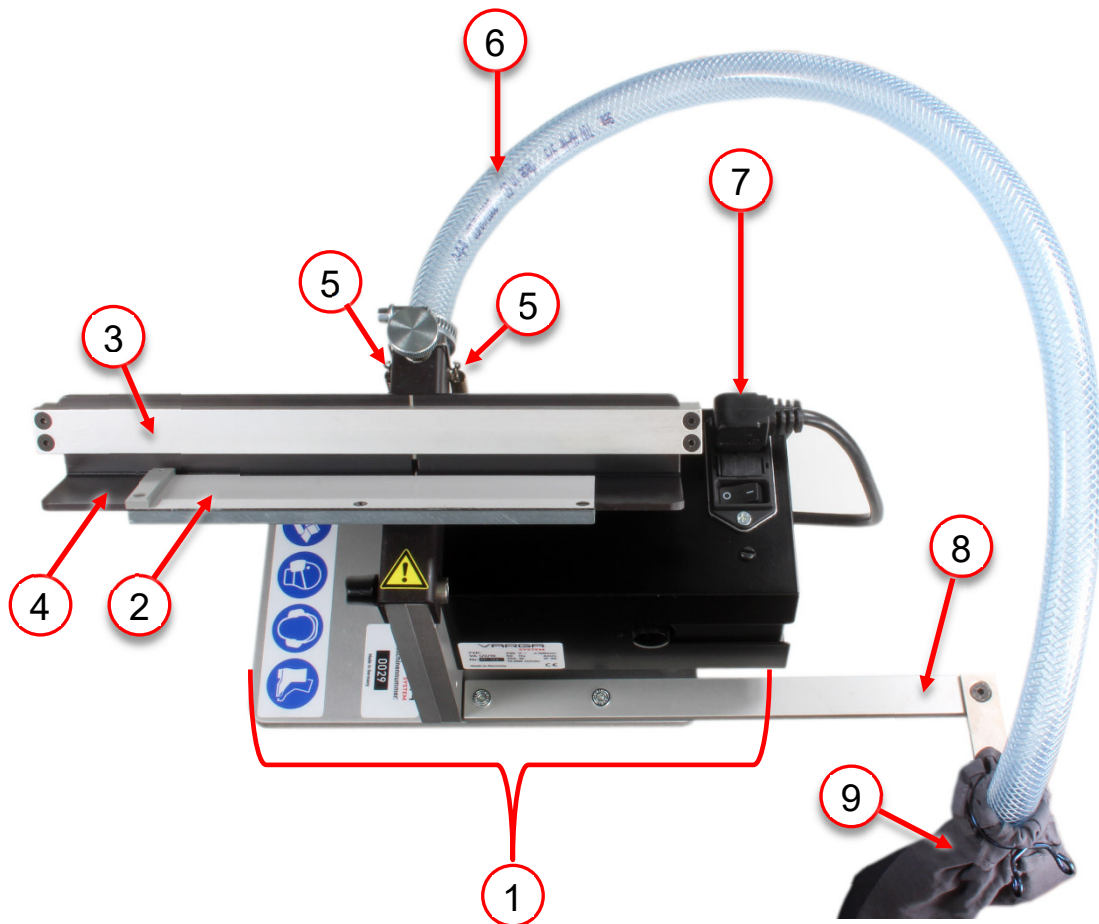

Abbildung 12 Montage VARGA VA 2
5. Spänesackhalter (Pos. 8, Abbildung 12) mit den beiliegenden Schrauben an den Standfuß montieren.
6. Spänesack (Pos. 9, Abbildung 12) von unten durch die Öffnung im Sackhalter führen, das Ende umstülpen und mit der Federklemme fixieren.
7. Schlauch (Pos. 6, Abbildung 12) an das Spanauswurfrohr am hinteren Teil der Maschine montieren.
9. Niederhalter (Pos. 3, Abbildung 12) auf den Winkel aufstecken und mit den zwei Rändelschrauben in der richtigen Höhe bzw. Werkstückdicke fixieren.
10. Netzkabels (Pos. 7, Abbildung 12) an das Motorgehäuse anschließen.